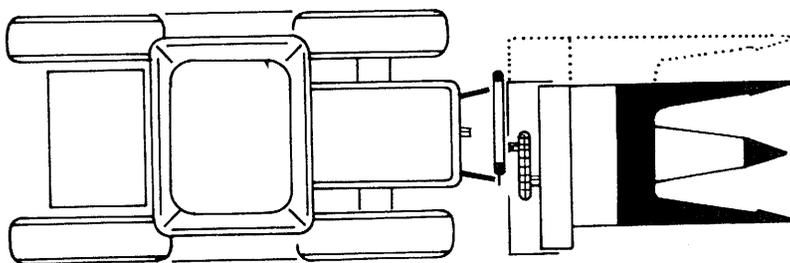

Abb. 1
Der Rahmen mit Dreipunktbock ist so gebaut, daß der Häcksler mechanisch oder hydraulisch nach links oder rechts verschoben werden kann (Siehe Abb. 1 und 2)
2.2.2 Beim Frontanbau ist ein Wendegetriebe (siehe Abb. 1) zur Änderung der Zapfwellendrehvorrichtung notwendig. Es wird auf die Messerradwelle aufgesteckt, axial verschraubt und hat eine Verstellbarkeit von  $15^\circ$  zu  $15^\circ$ . Hierdurch kann auch bei ungünstig liegenden Zapfwellenanschlüssen eine annähernd gerade Gelenkwellenlage in Arbeitsstellung erreicht werden.